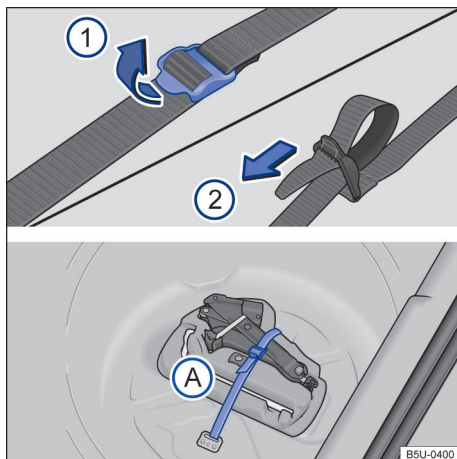

Fig. 158 No compartimento de bagagem: cinta de fixação da caixa de ferramentas e caixa de ferramentas de bordo.
Para soltar a cinta de fixação → Fig. 158 (A), puxar a fivela no sentido da seta ①.